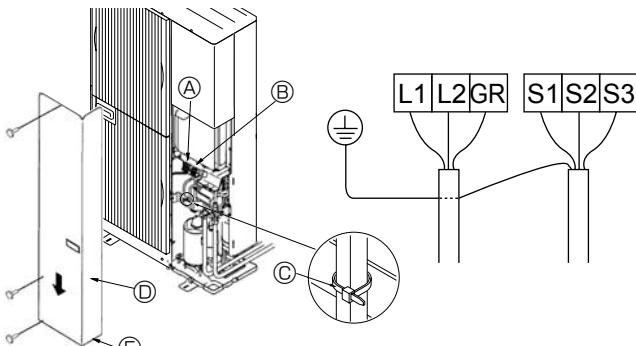
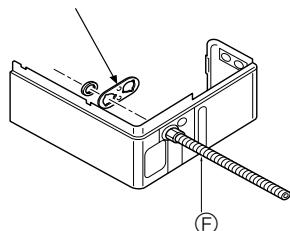

Fig. 7-1
Fig. 7-2
7.1. Unidad exterior (Fig. 7-1) (Fig. 7-2)
- ① Extraiga el panel de servicio.
- ② Efectúe el cableado según se muestra en la Fig. 7-1.
- ③ Se suministran las placas de montaje del conducto ($\varnothing 22$ mm [7/8"]]). Pase los cables de alimentación y de transmisión por los orificios troquelados adecuados, retire la pieza troquelada de la parte inferior de la caja de terminales y conecte los cables. (Fig. 7-2)
- ④ Asegure los cables de alimentación a la caja de terminales utilizando un maniquito separador para la fuerza de tracción (conexión PG o similar).
⑤ Conducto de cableado (O.D. 1/2", adquirido localmente)